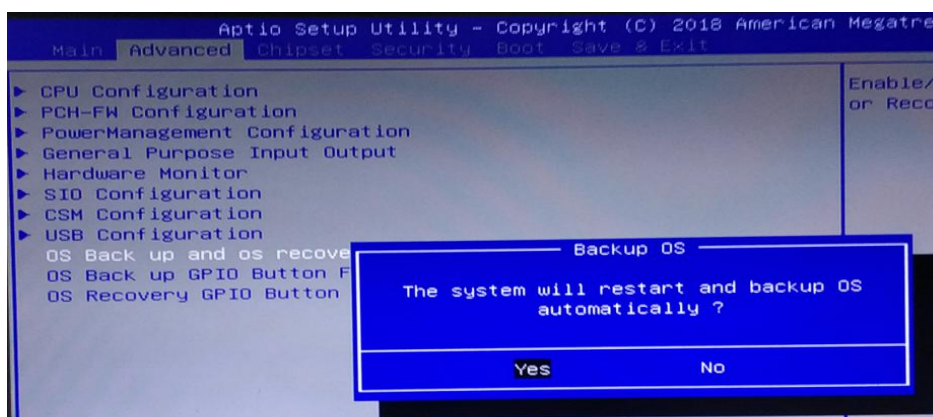

图 2 按 F3 备份界面
(3) 按下键盘左上角的 F3 按键，界面会出现提示：系统将会重启，同时开始自动备份系统（如图 2 所示），使用键盘选中[YES]，进入到备份界面开始备份，备份结束后会自动重启系统。